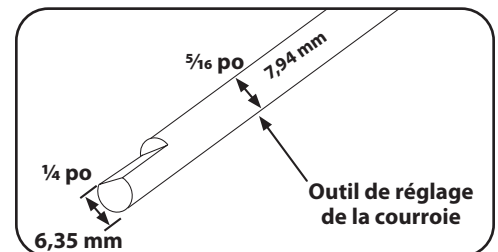

Figure 5-12
1. Avant de prendre une mesure, assurez-vous que la tringlerie et les points de pivotement du levier d'entraînement de la PDF des dents et des roues soient propres et lubrifiés. S'il y a restriction, les mesures ne seront pas exactes. Vous aurez à utiliser l'outil de réglage fourni avec votre motoculteur. Voir Figure 5-12.